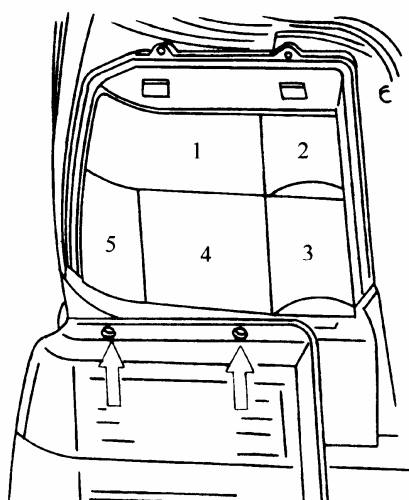

图 9-88 尾灯的拆卸
2) 按住灯罩的上部，向下和向外拉，即可将灯罩拆下（图 9-88）。